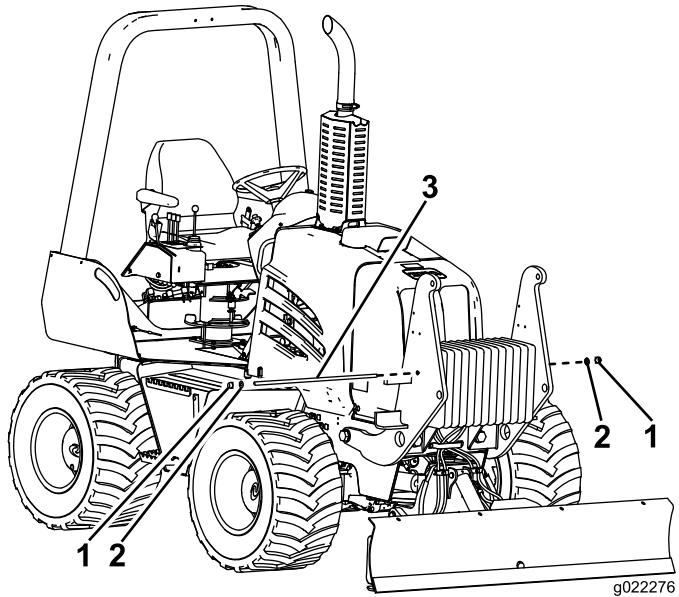

Figure 4
2. Fixez le(s) contrepoids sur le cadre de montage au moyen de la tige, des rondelles et des contre-écrous que vous avez retirés à l'opération 1 de la section Préparation de la machine; voir Figure 4.